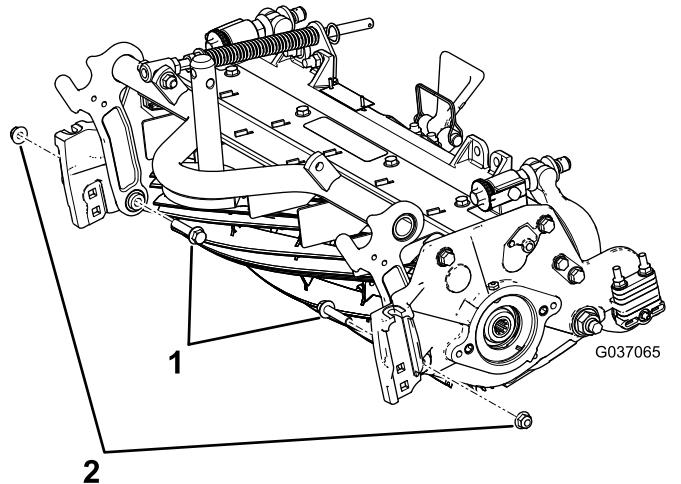

Рисунок 5
- B. Установите два имеющихся болта с фланцевыми головками с внутренней стороны режущего блока и закрепите их фланцевыми контргайками на 3/8 дюйма (Рисунок 5).